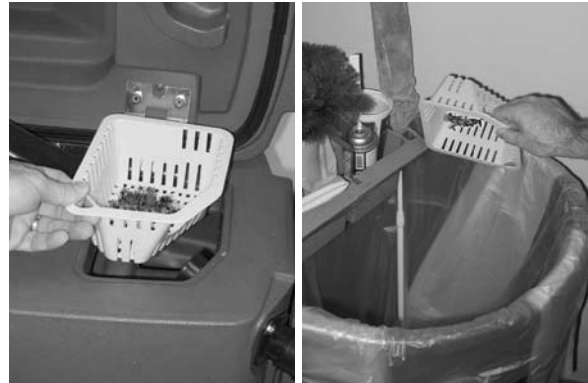

FIG. 44
2. Retirez le bac à déchets et nettoyez-le (Figure 44).